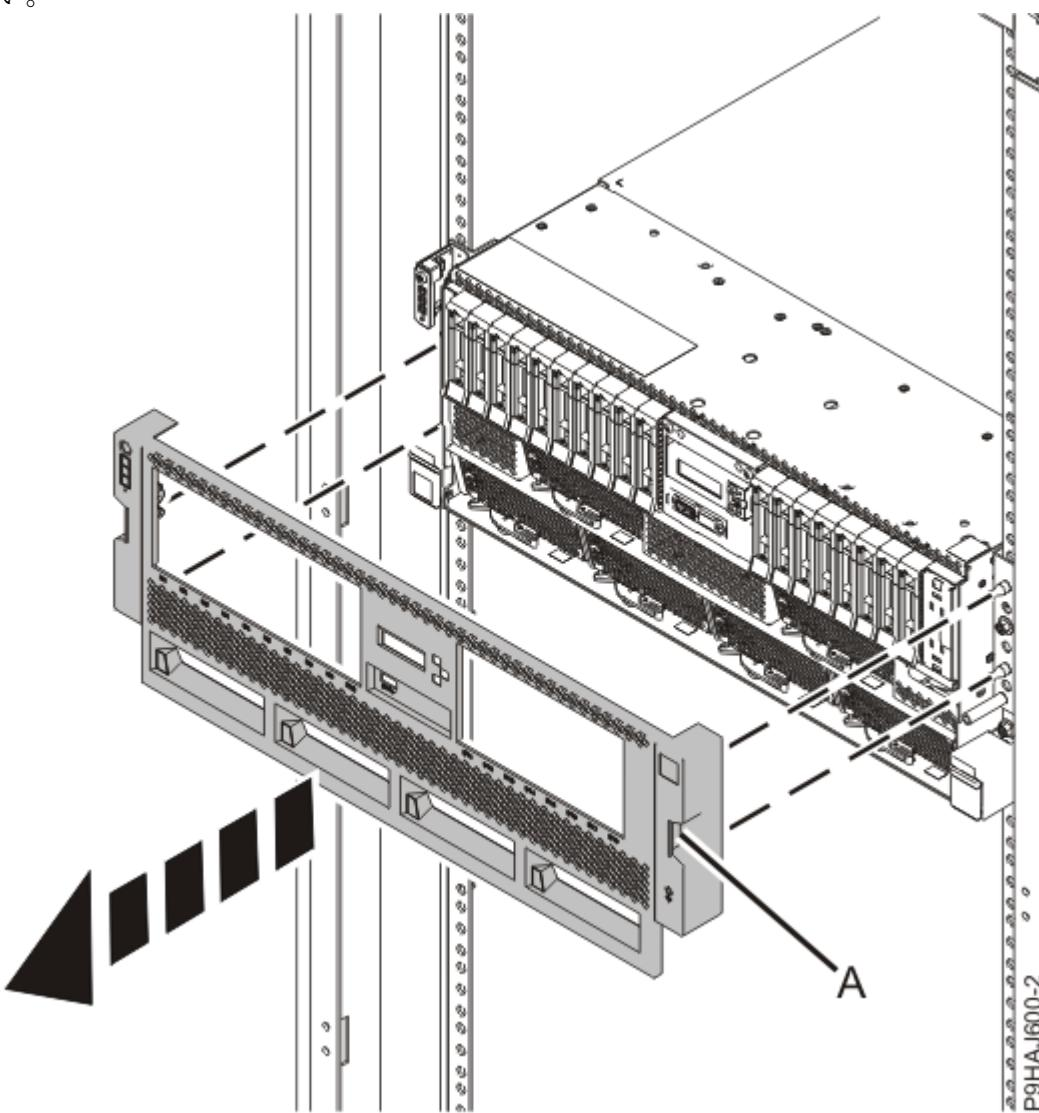

図 5. 前面カバーの取り外し
カバーには、より簡単につかむことができるくぼみ (A) があります。7 ページの図 5 を参照してください。